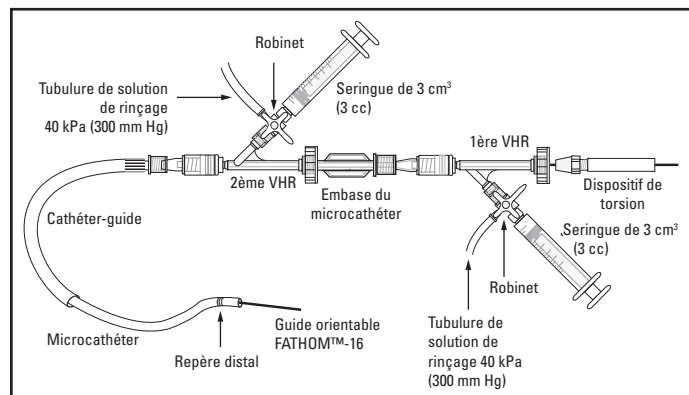

Figure 1. Exemple de configuration pour le rinçage continu
La configuration recommandée pour le rinçage continu est illustrée à la Figure 1.
- Fixer une valve hémostatique rotative (de type Tuohy-Borst) au raccord Luer du cathéter-guide comme illustré à la Figure 1 pour rincer en continu ce dernier avec du sérum physiologique (un tampon compressif peut s'avérer utile).
- Introduire délicatement le microcathéter avec le guide préchargé dans le cathéter-guide via la VHR, comme illustré à la **Figure 1**. Serrer le capuchon d'évent de la VHR autour du microcathéter pour éviter un reflux tout en laissant une certaine liberté de mouvement au microcathéter à travers la valve.
- Mettre en place un rinçage continu à l'aide de la VHR raccordée au microcathéter (voir Figure 1). S'assurer que le capuchon d'évent de la VHR est fermé et rincer le microcathéter avec le guide préchargé.